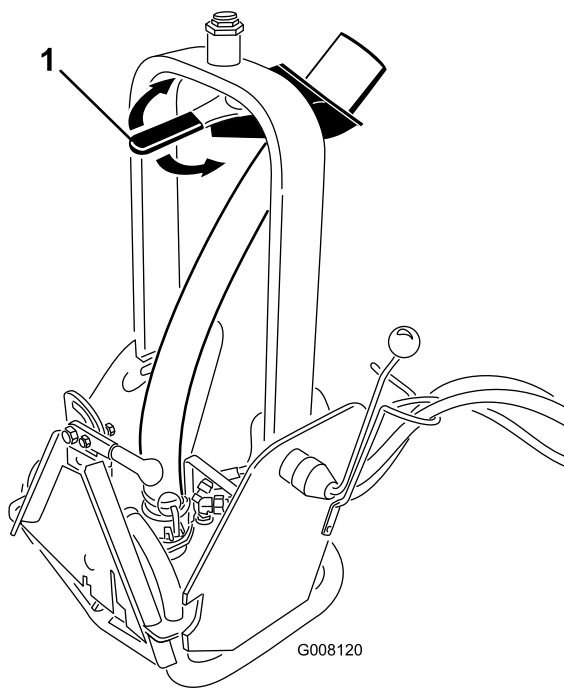

Figura 7
2. Pentru a regla direcția de curgere, rotiți mânerul duzei (Figura 7) în poziția dorită.
Notă: Rezistența mânerului duzei (Figura 7) poate fi mărită sau scăzută prin ajustarea cuplului pe piulița mare din partea de sus a turnului pivotant.